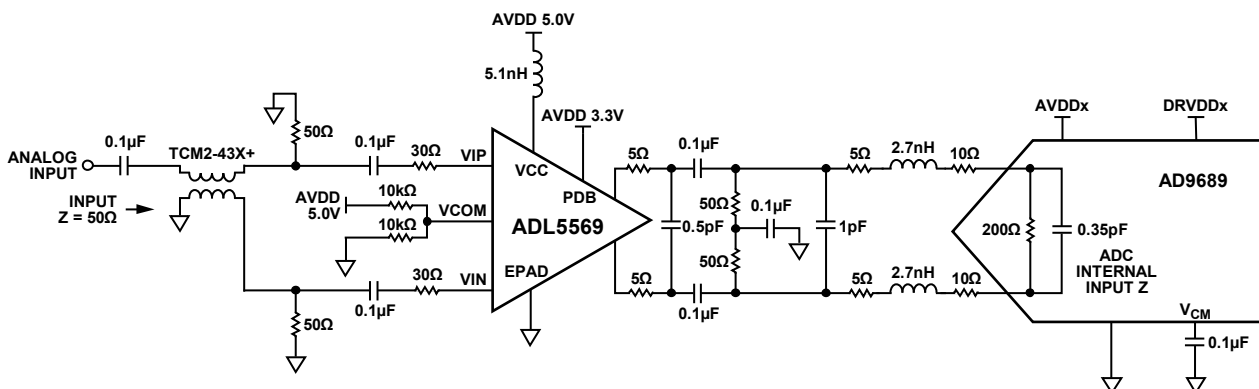

図 49. 広帯域 3.2GHz 帯域幅、AC カップリング ADC インターフェースの例：AD9689 を駆動する ADL5569
AD9689、デュアル 14 ビット ADC と共に、ADL5569 を使用した広帯域データ・アキュイジション・システムは、図 49 に示すように、AC カップリング・アプリケーション向けに開発され、テストされています。アンプの後段に接続する抵抗コンデンサ (RC) フィルタは、ADC の入力容量によって形成されるポールと連動して、アンプで発生する広帯域ノイズと帯域外の高調波を減衰させます。また、RC フィルタは、シャープなスイッチング・パルス (ADC 内部サンプリング回路から発生するチャージ・インジェクション) がアンプ出力に達して、非線形効果が生じることを防止しています。不要な信号がアンプを圧迫したり、ADC に到達したりしないように、ADL5569 アンプの前段には、システムの除去条件に対応した追加のバンド・パス・フィルタも必要になります。通常、このフィルタはベンチ・テストの実行時に追加されます。